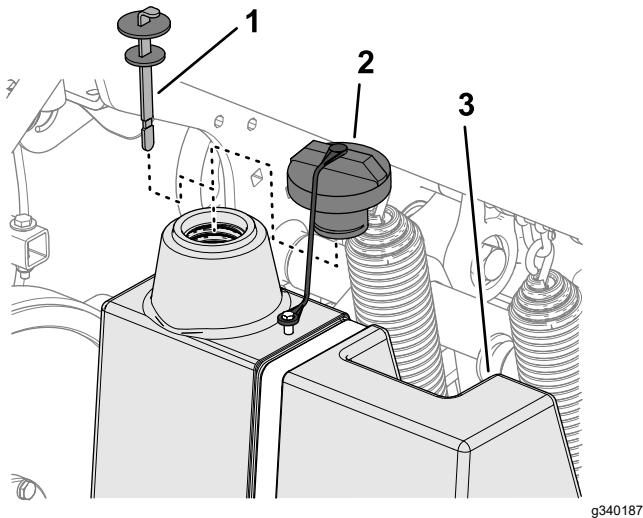

**Figura 168**
3. Pulite la zona intorno al collo del bocchettone e il tappo del serbatoio idraulico (Figura 168). Togliete il tappo dal collo del bocchettone.